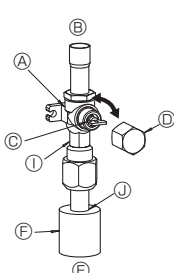

Fig. 4-7
- ① Ta bort kåpan och vrid ventilstängens motsols så långt det går med en 4 mm sexkantsnyckel. Sluta när den når stoppet. (Ca. 10 varv)
- ② Kontrollera att stoppventilen är helt öppen och skruva på locket igen.
- (2) Stoppventilens gassida (Fig. 4-7)
- ① Ta bort kåpan, dra handtaget mot dig och öppna genom att vrida det 1/4 varv moturs.
- ② Kontrollera att stoppventilen är helt öppen, skjut in handtaget och vrid tillbaka kåpan till ursprungsläget.